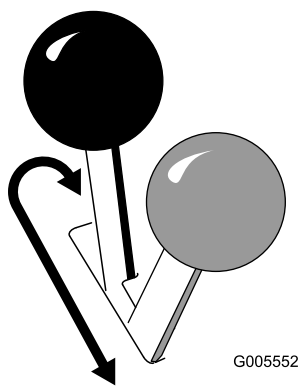

図 13
- 駐車ブレーキを掛けるには、レバーを左前方に押ししてから手前に引く(図 13)。
- ブレーキを解除するには、レバーを前方に押してから右に動かしてノッチに入れる(図 13)。